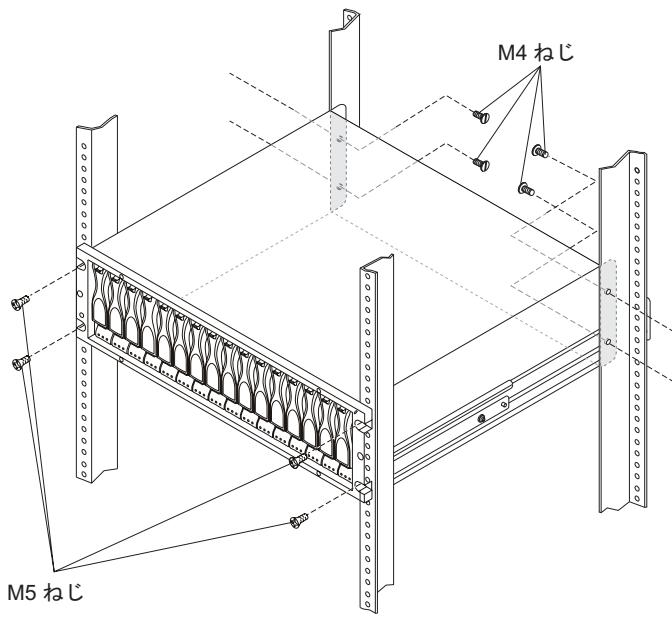

図20. ラック・キャビネットへの DS5020 の固定
4. ストレージ・サブシステムを固定します。48 ページの図 20 に、ストレージ・サブシステムをラックに固定する方法が示されています。
- c. 48 ページの図 20 に示すように、M5 ねじ 4 個を使用して DS5020 の前部を固定します。